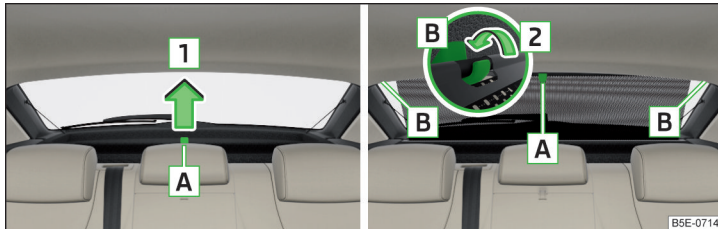

Abb. 76 Sonnenschutzrollo
- Zum **Ablenden** das Rollo am Griff **A** in Pfeilrichtung **1** herausziehen und in die magnetischen Halter **B** in Pfeilrichtung **2** einhängen » Abb. 76.